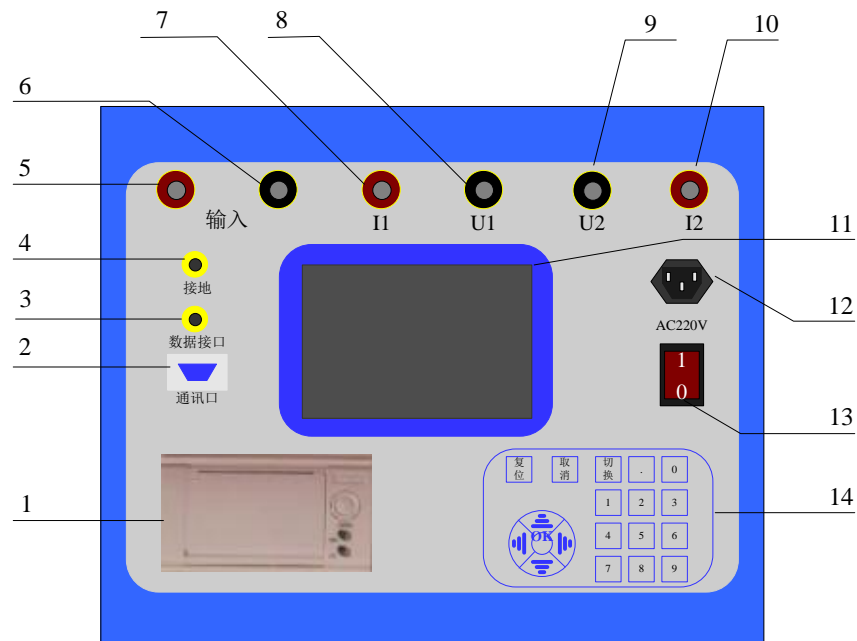
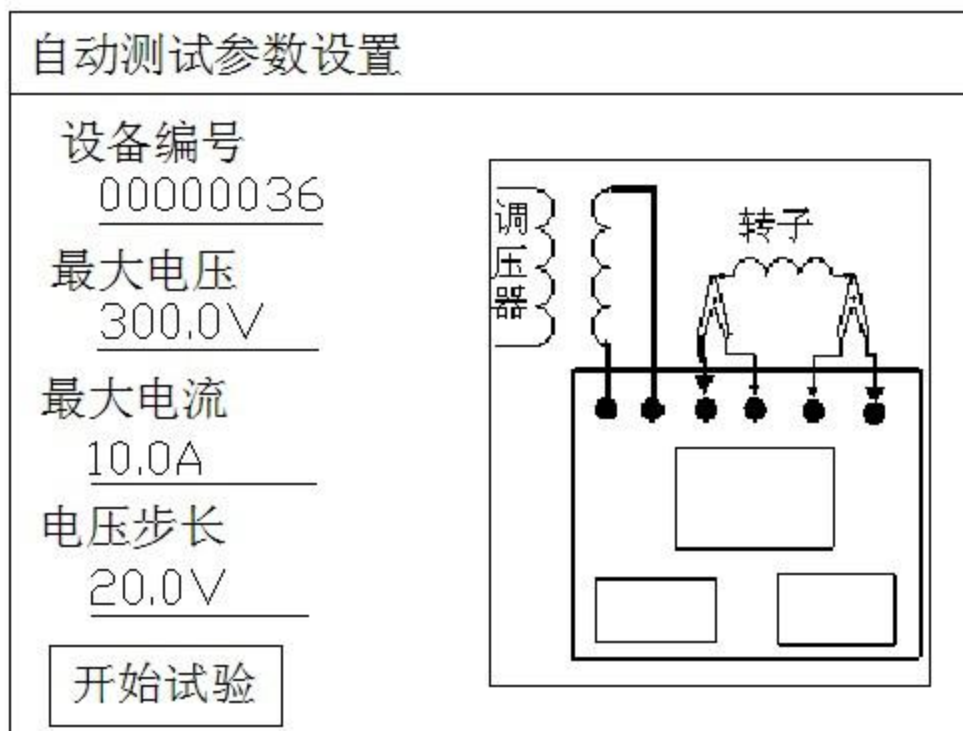
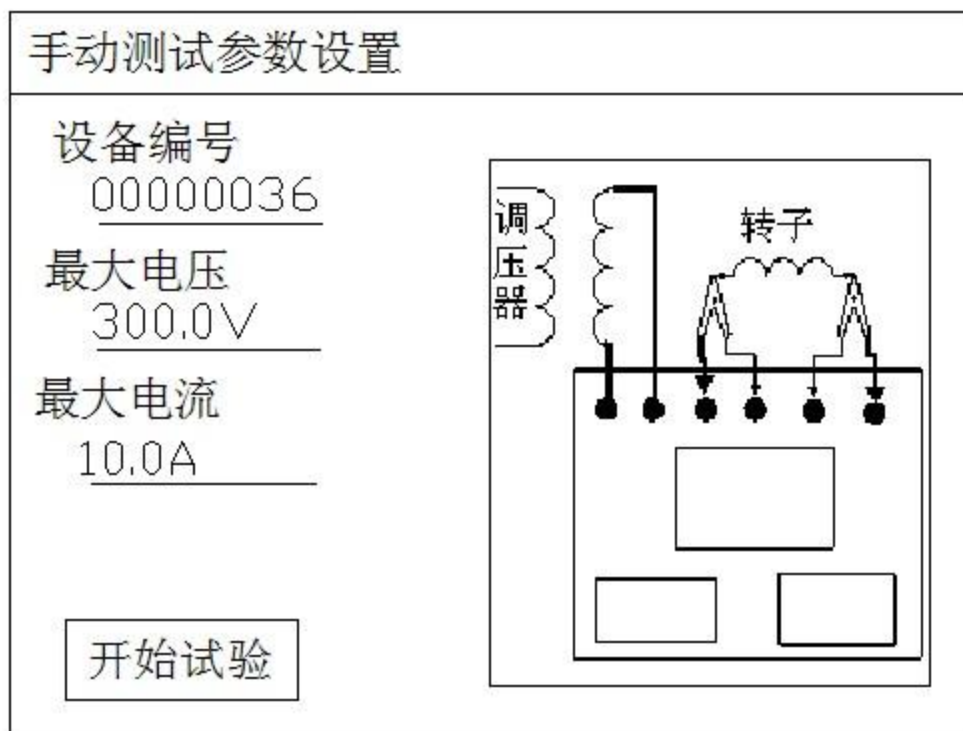

图 1 测试仪面板图
图 3 自动测试参数设置界面
图 7 手动测试参数设置界面
- 1) 接通仪器工作电源，打开电源开关，待仪器复位后进入如图1所示的界面图，按方向键选择“自动测试”，然后按“OK”即可进入如图3所示的“自动测试参数设置”界面，该界面右侧为试验的接线图。
- 1) 接通仪器工作电源，打开电源开关，待仪器复位后进入如图 1 所示的界面图，按“↑”“↓”键选择“手动测试”，然后按“OK”即可进入如图 7 所示的“手动测试参数设置”界面。